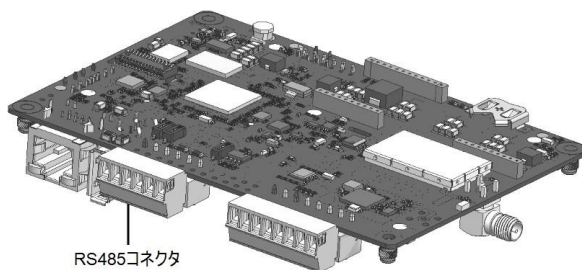

図 20:通信ボード上のRS485端子ブロック
3. 図 20のように、6ピンのRS485端子ブロックコネクタを引き出してください。